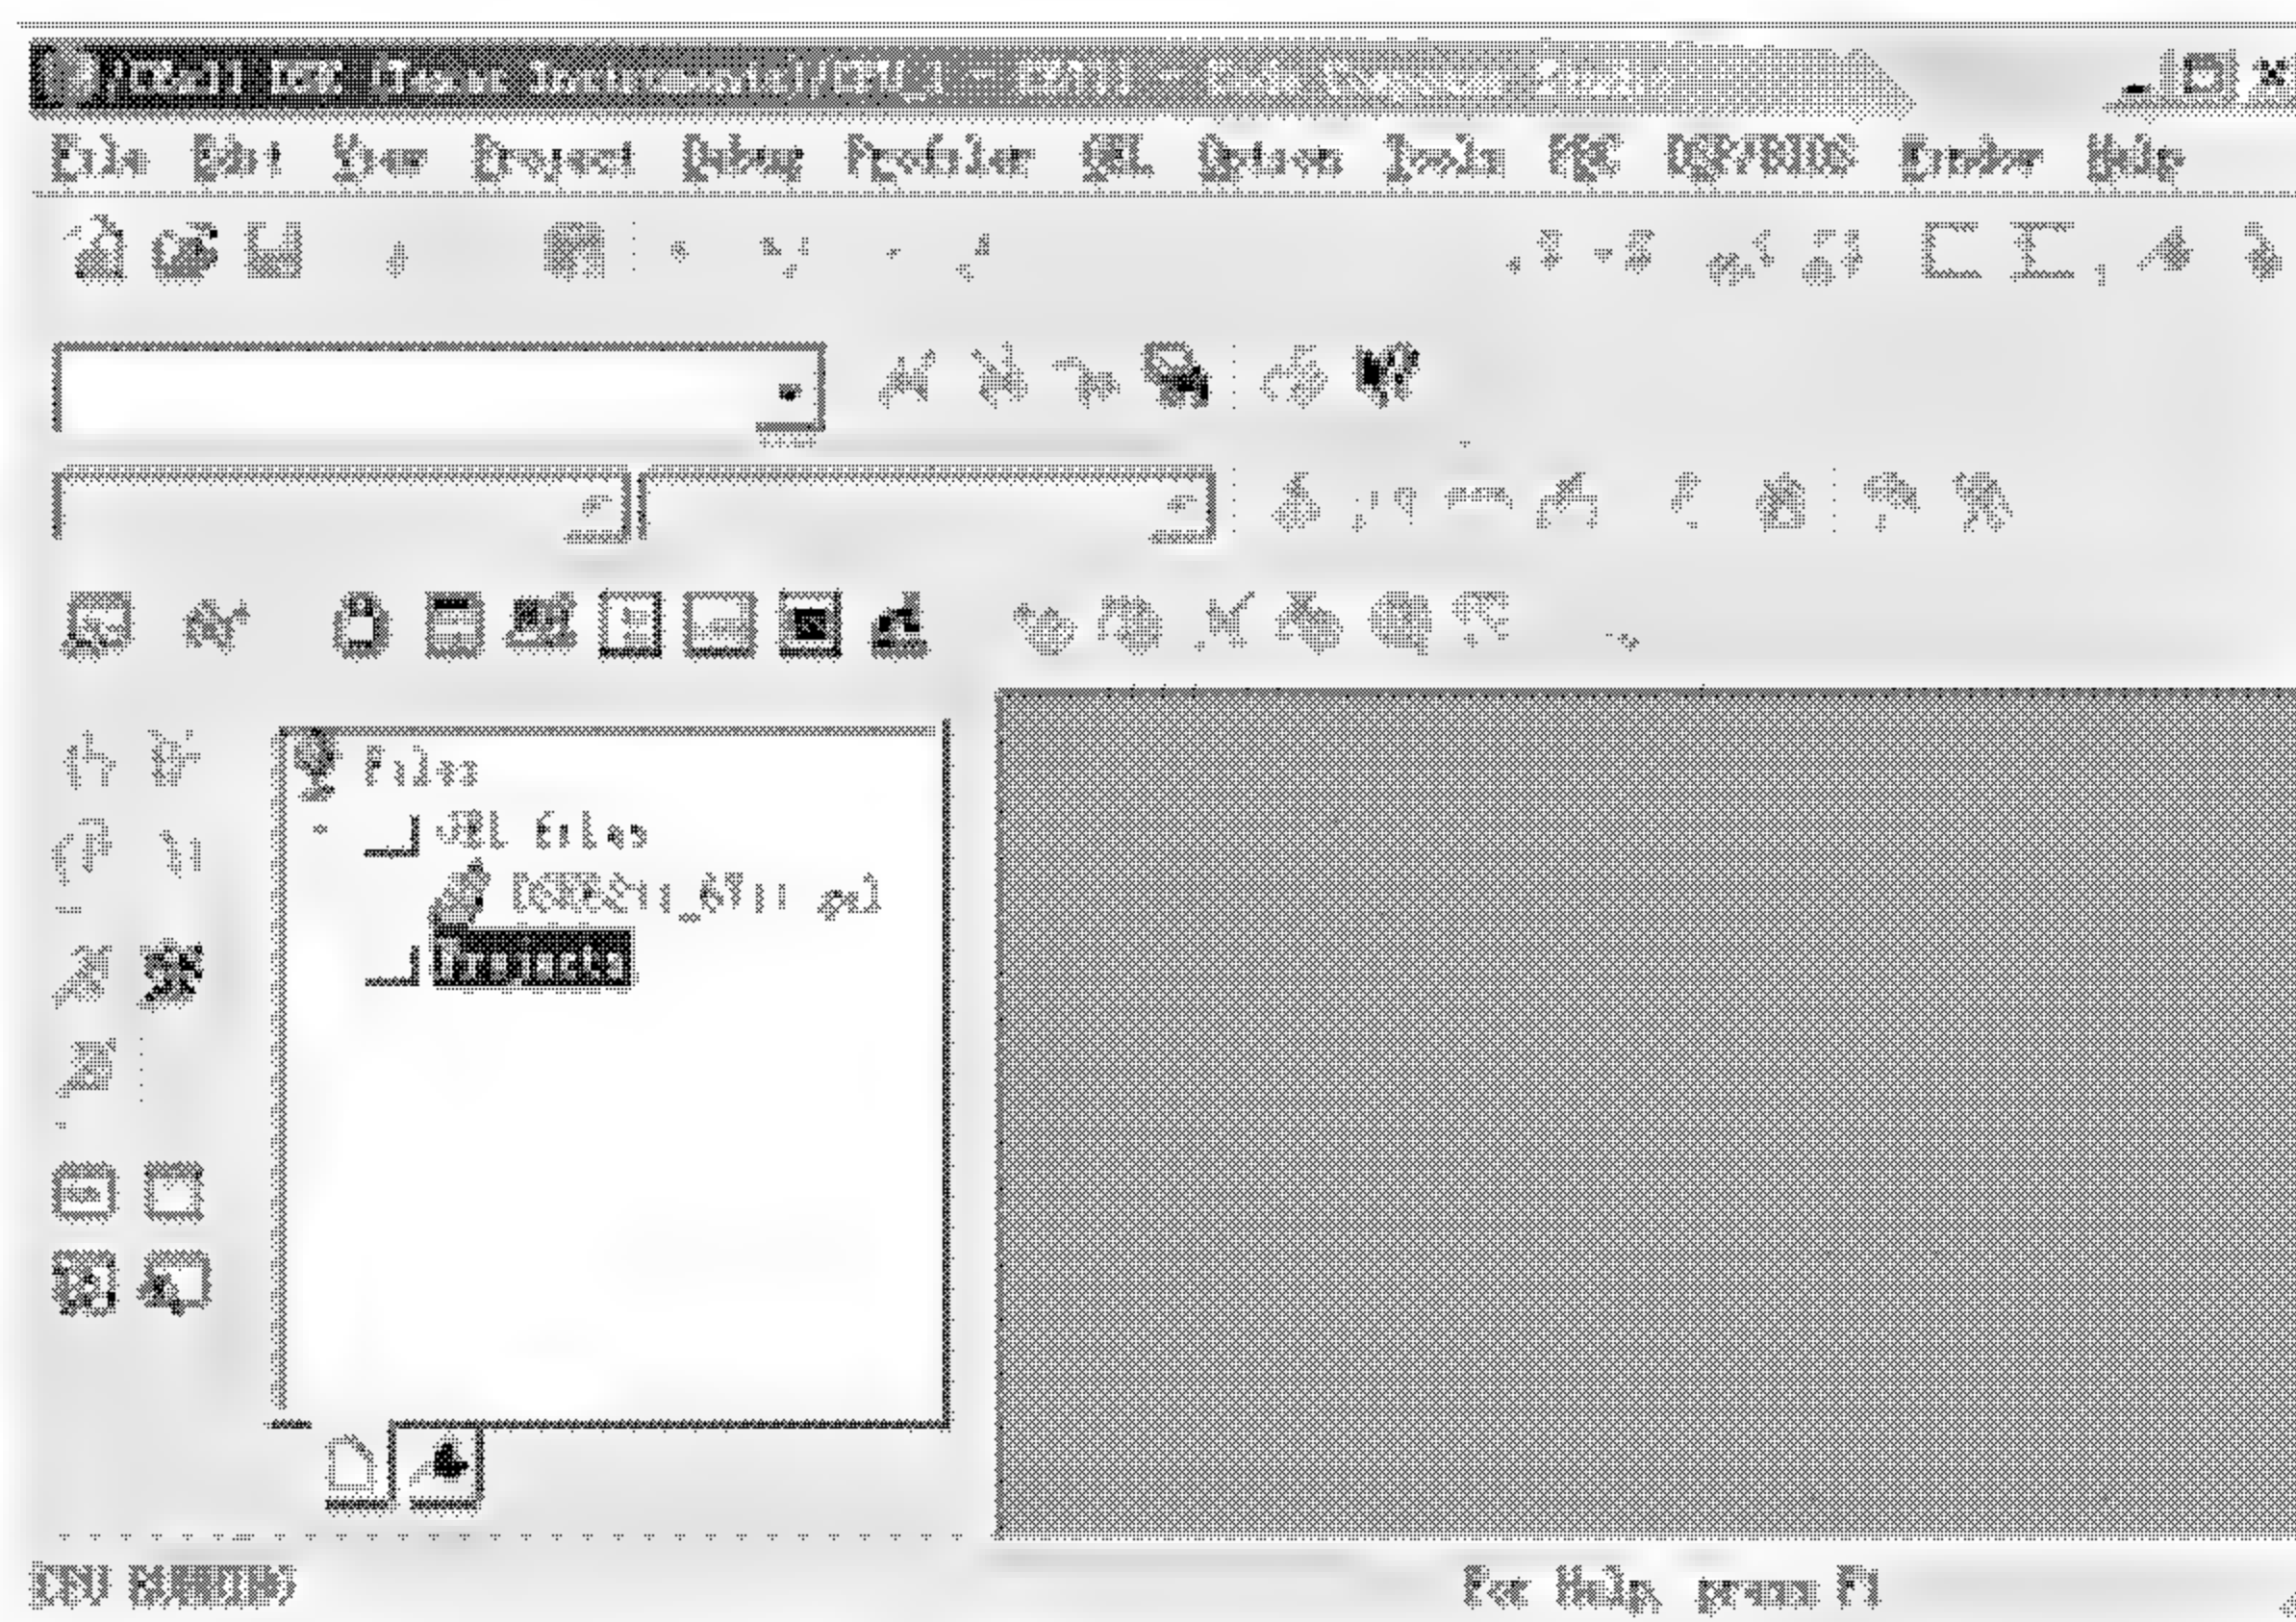

图 3.4 CCS IDE 的主界面
(6) 点击 CCS 配置窗口的 Save and Quit 按钮, 保存当前配置并退出 CCS 配置程序。
(7) 双击桌面上的 CCS 2 图标(在退出 CCS 配置程序时, 系统会询问是否启动 CCS, 选择 Yes 启动 CCS), 会出现一个 CCS:Parallel Debug Manager 调试工具栏。
(8) 从 Open 菜单中选择已配置好的目标板或软件模拟器, 打开 CCS IDE, CCS IDE 的主界面如图 3.4 所示。